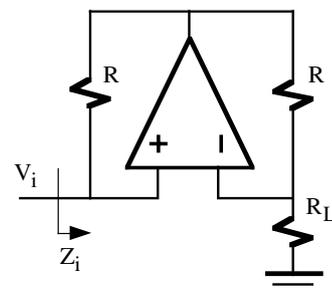

Figura P8.10
**P8.10** Obtener la expresión de la impedancia de entrada  $Z_i$  del circuito de la figura P8.10.